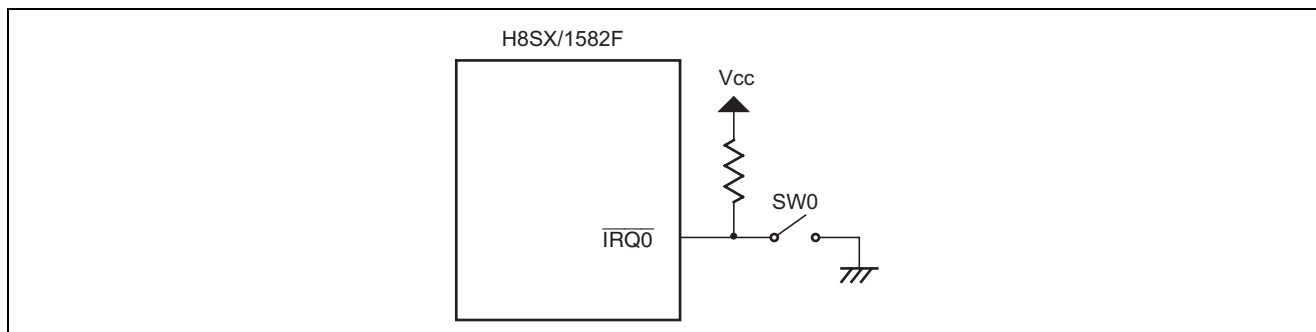

図 1 スイッチ接続のブロック図
- $\overline{\text{IRQ0}}$ 端子へのスイッチ接続例を図 1 に示します。